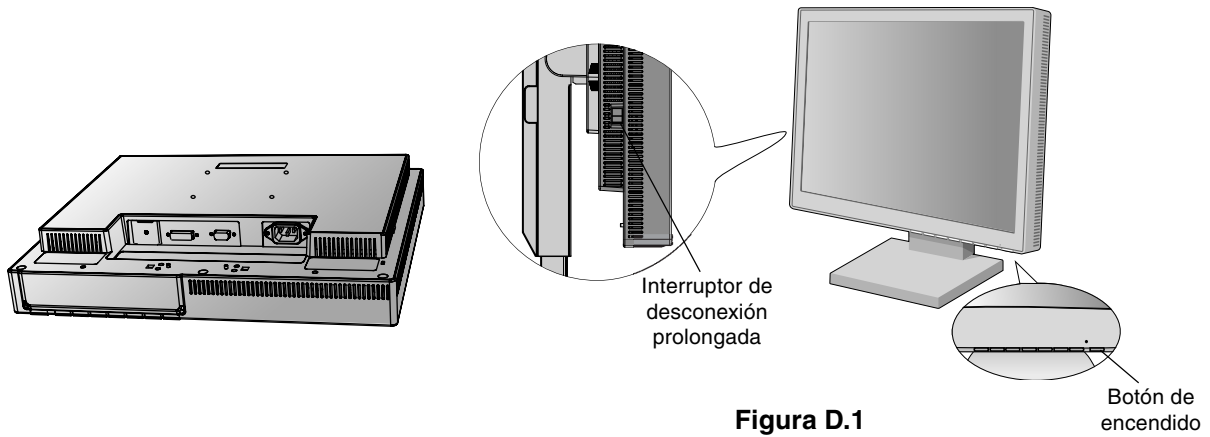

Figura D.1
5. El interruptor de desconexión prolongada que hay a la izquierda del monitor debe estar encendido. Encienda el monitor y el ordenador con el botón de encendido (**Figura D.1**).